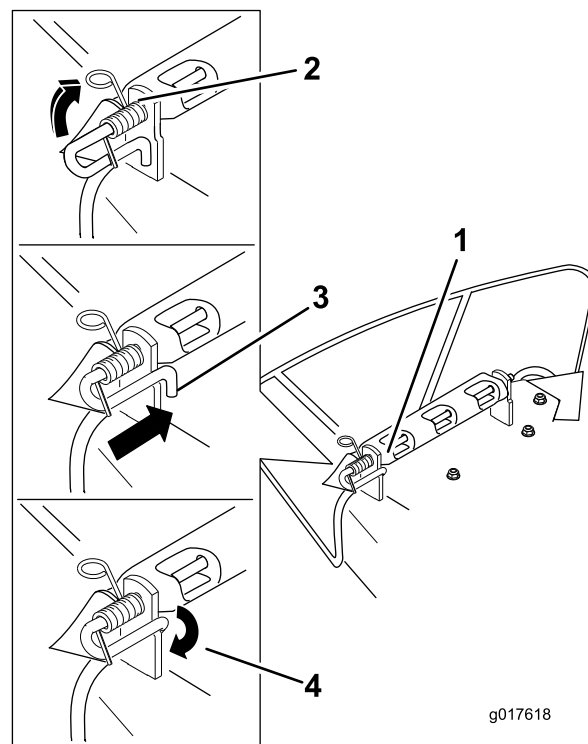

Figura 61
6. Fije el conjunto de varilla y muelle torciéndolo de manera que el extremo corto de la varilla pueda colocarse detrás del soporte delantero que está soldado a la carcasa (Figura 61).
3. Coloque el nuevo deflector de descarga con los extremos de los soportes entre los soportes soldados de la carcasa, según se muestra en Figura 61.
5. Levante el extremo del muelle que tiene bucle y colóquelo en la muesca del soporte del deflector (Figura 61).